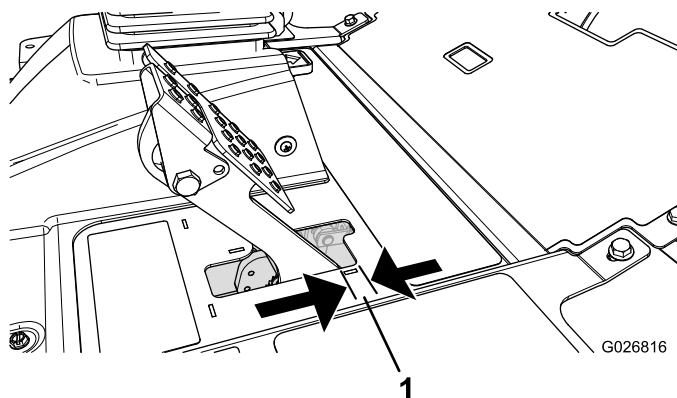

Figura 53
Ajuste los frenos si el pedal de freno tiene más de 2,5 cm de holgura (Figura 53), o cuando se necesite más fuerza para frenar. La holgura es la distancia que recorre el pedal de freno antes de notarse una resistencia de frenado.
2. Apriete la tuerca trasera para mover el cable hacia atrás hasta que los pedales de freno tengan una holgura de 6,3 a 12,7 mm (Figura 53) antes de bloquearse las ruedas.